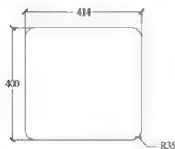

图 6-59
**步骤 3:** 使用圆角工具 , 设置圆角半径参数选项为 35, 对绘制的矩形进行圆角处理, 效果如图 6-59 所示。